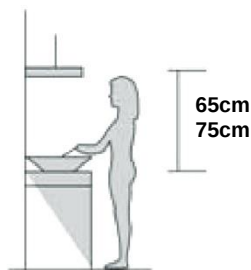

Abb. 1.
2. Die Abzugshaube sollte für eine optimale Leistung 65-75 cm über der Kochfläche aufgehängt werden. Siehe Abb. 1